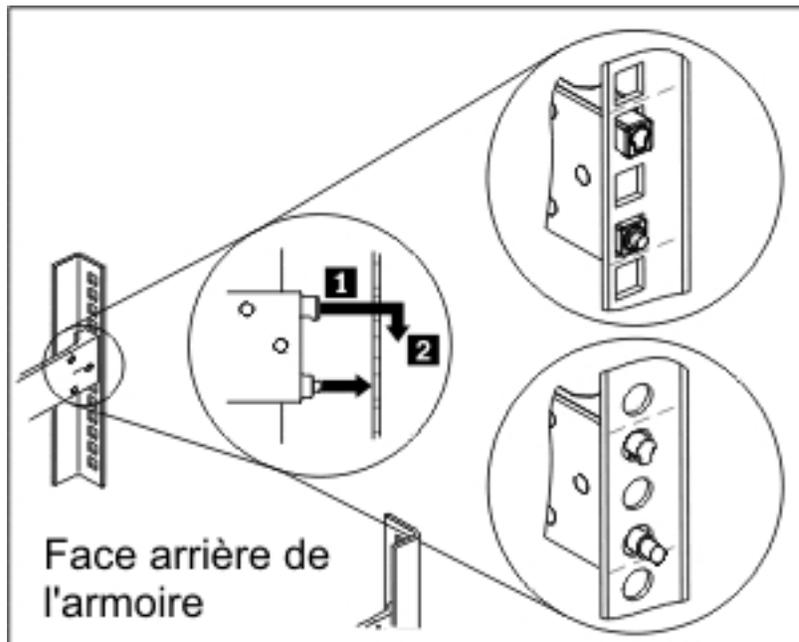

Figure 7. Installer l'arrière des glissières
2. Installez l'arrière des glissières, comme indiqué dans la figure 7:
- a. Depuis l'avant de l'armoire, alignez les trois goupilles situées à l'arrière de la glissière sur les trois trous de l'emplacement (U) sélectionné figurant à l'arrière de l'armoire.